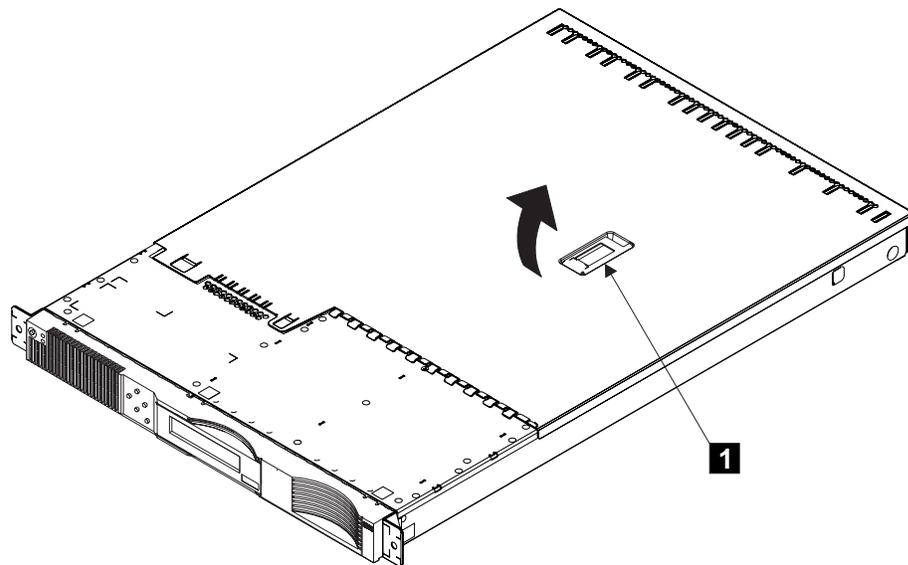

図 54. SAN ボリューム・コントローラー 2145-4F2 カバーの取り外し
3. レバー (図 54 の **1**) を上げます。このアクションで、上部カバーが後方に約 13 mm (0.5 インチ) 移動します。